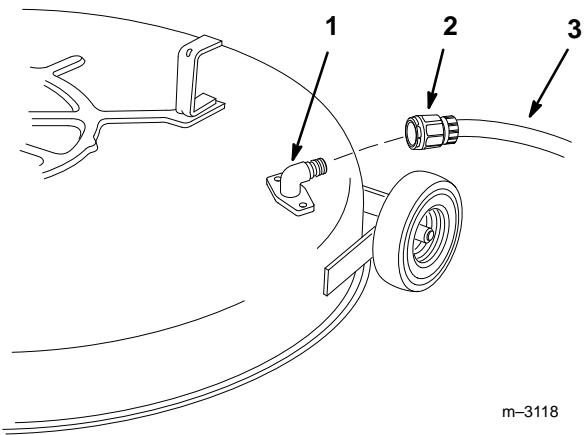

Figure 39
2. Connecter le raccord d'un tuyau d'arrosage à l'embout de lavage du carter de tondeuse, et ouvrir l'eau en grand (Fig. 39).